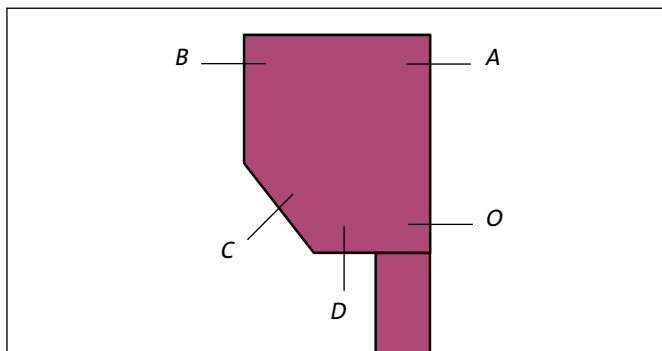

Abb. 5 : Bedienungsausgangen Rohrmotor
- Bedienungsausgänge: siehe Abb. 5 und Tabelle 7